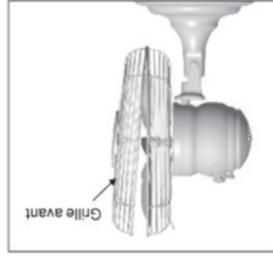

Figure 5
5. Placez la grille avant à plat contre la grille arrière; poussez les deux sections l'une contre l'autre, jusqu'à ce que les taquets des grilles les fixent en place (Figures 5, 5a, 5b, 5c).